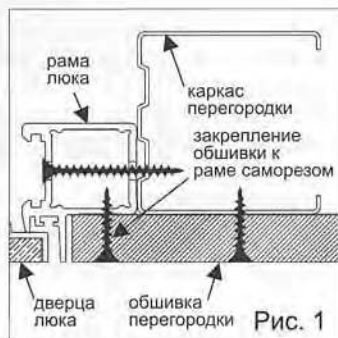

Рис. 1
**При установке в перегородку каркасно-листовой конструкции** (гипсокартон, гипсоволоконная панель и т.д.), закрепите раму люка в каркас перегородки. Дополнительно прикрепите саморезами листы обшивки перегородки к раме люка (Рис. 1)